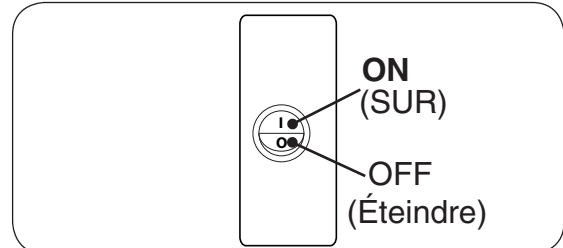

Fig. 38-2 Boîte de commutation, ON/OFF
2. Repérez l'interrupteur ON/OFF sur le devant de la boîte de commutation. Appuyez sur l'interrupteur sur la position **ON (I)**. Voir Fig. 38-2.
Vérifiez périodiquement le pilote pour le modèle de la flamme. La flamme de la veilleuse devrait encercler le thermocouple, et est pré-réglé en usine (voir Fig. 38-2).